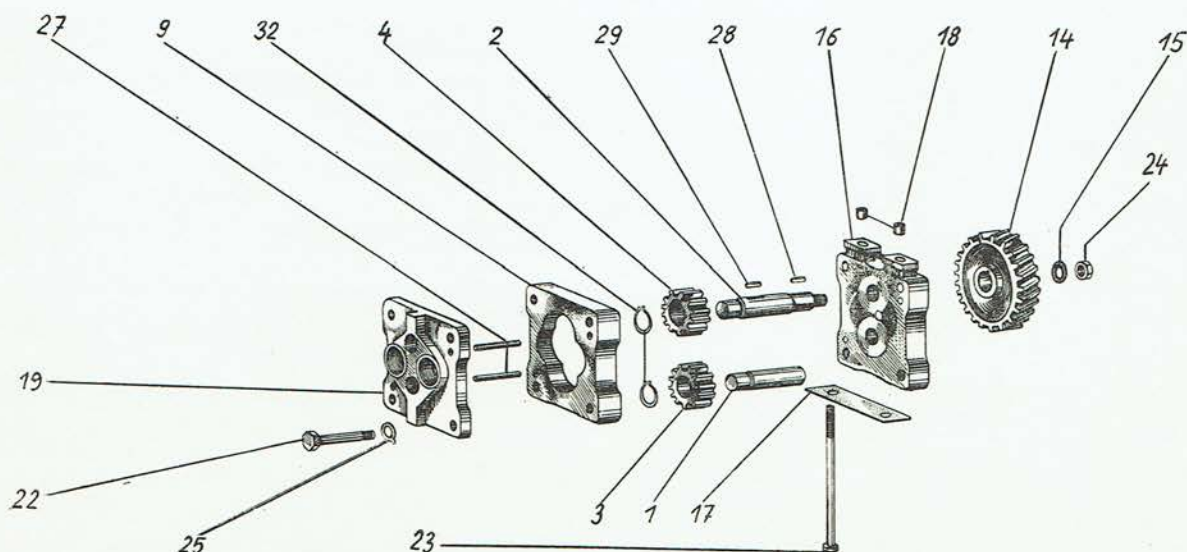
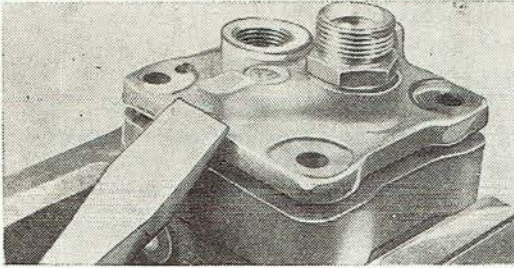

Abb. 16
Abb. 17
5. Vier Schrauben M 8×45 (M 8×30 am Schlepper Zetor 2511 und M 8×50 am Schlepper Zetor 4511 (Abb. 16/22) sind zu entsichern, auszuschrauben und die Sicherungsunterlagen (Abb. 16/25) abzunehmen.
6. Mit leichten Schlägen auf die Angußstücke des Pumpendeckels in Richtung nach oben (Abb. 17) ist der Deckel von den Zentrierstiften (Abb. 16/27) abzuschieben. Achtung auf die geläppten Flächen!
7. Das von der Steuerung angetriebene Zahnrad (Abb. 16/4) ist samt Welle (Abb. 16/2) leicht aus dem Pumpenkörper herauszuschieben. Das Zahnrad sitzt auf einer Feder (Abb. 16/29) und ist mit einer Seegersicherung (Abb. 16/32) gesichert.
8. Das angetriebene Zahnrad (Abb. 16/3) ist auf einem Bolzen (Abb. 16/1) gelagert, der in den Pumpendeckel eingepresst ist. Die Bolzenlänge wird durch einen Sicherungsring begrenzt.